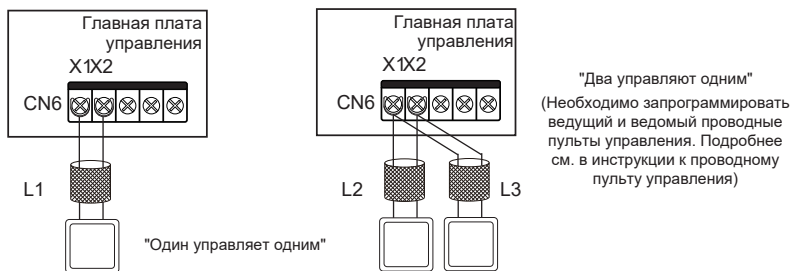

Рис. 8.8
- Линия связи X1X2 в общем случае подключена к проводному пульту управления для реализации функций «один управляет-одним», «два управляют одним» проводного пульта управления. Полная длина линии связи X1X2 может достигать 200 м, для ее выполнения требуются экранированные кабели. Оплетку заземлять запрещено. Подсоедините кабели связи к клеммной колодке «CN6» на главной плате, клеммы «X1» и «X2». Так как связь с проводным пультом управления не является полярной, взаимно однозначного соединения не требуется, как показано на рисунке ниже. (рис. 8.8);